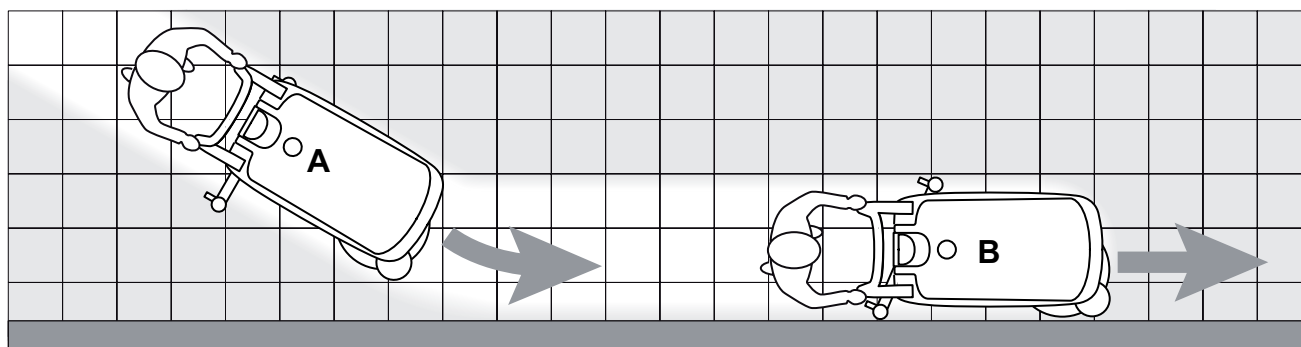

Figure 2
*Pour un lavage / séchage correct du sol près du mur, Nilfisk recommande d'approcher le côté droit de la machine, comme illustré dans la figure 2.*